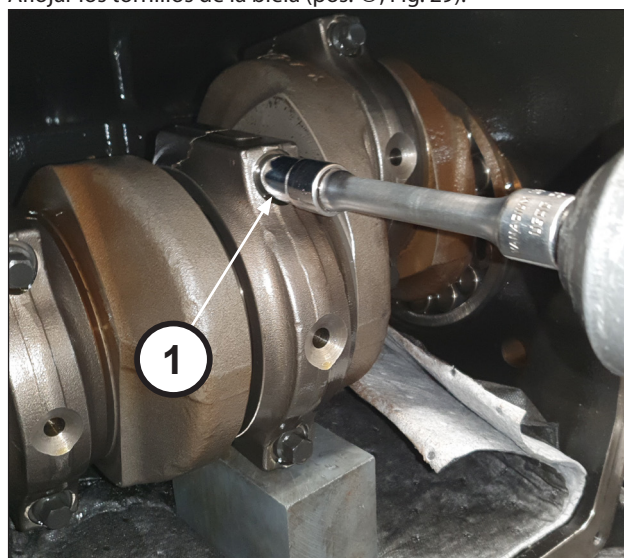

Fig. 29
Aflojar los tornillos de la biela (pos. ①, Fig. 29).